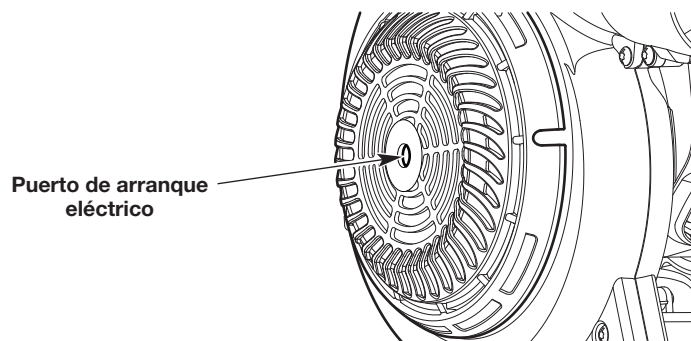

Fig. 13
6. Inserte el accesorio de arranque eléctrico dentro del orificio de arranque eléctrico (Fig. 13). Consulte la sección *Funcionamiento* del manual del operador del accesorio de arranque eléctrico.